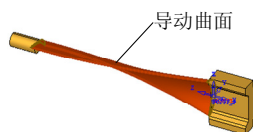

图 4-84 选择导动曲面 (1)
- 单击“导动曲面”按钮，选择如图 4-84 所示的曲面为导动曲面，然后单击鼠标中键确定，返回“5X 航空铣控制面板”对话框。